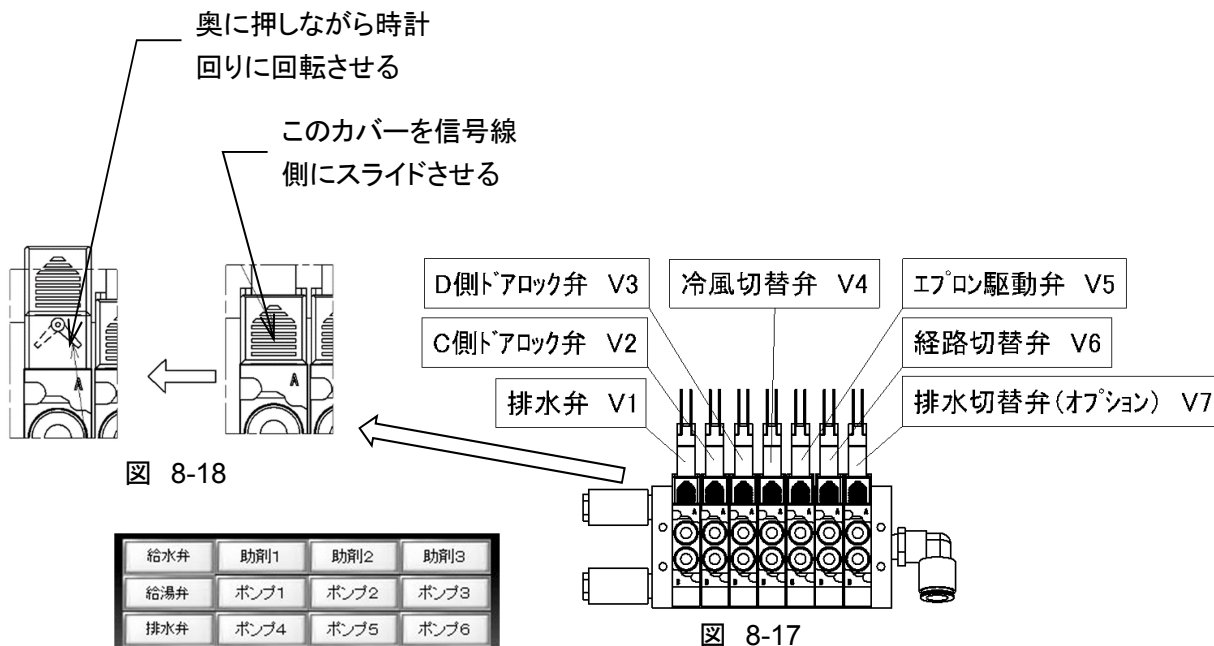

図 8-16
- ・ ⑭蝶ねじを緩め、⑫掃除口フタと⑬掃除口フタパッキンを外します。
- ・ 掃除口からの掃除が出来ない時は、フタ締め付けボルト⑪を外し、排水弁フタ③を取り外すと排水弁フタ部組立品①～⑩がセットで外れます。
- ・ ⑥排水弁ゴム表面に付着物がある場合は拭取ります。
- ・ ⑥排水弁ゴムにひび割れや損傷がないか確認します。
- 問題が発見された時は、⑥排水弁ゴムを新しい物と交換して下さい。
3) 排水弁の動作確認 (図 8-16・8-17・8-18 参照)
- ・ 操作パネルの点検操作画面(7-5-4 参照)を表示させます。(図 8-16 参照)